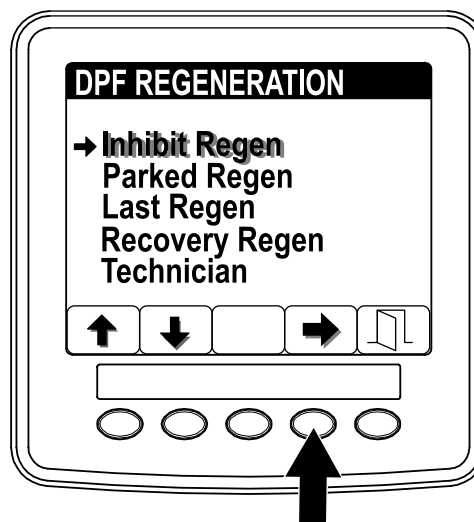

Figura 12
1. Accedete al menu DPF Regeneration e premete i pulsanti 1 o 2 per far scorrere il menu verso il basso fino all'opzione INHIBIT REGEN (Figura 12).
2. Premete il pulsante 4 per selezionare la voce Inhibit Regen (Figura 12).